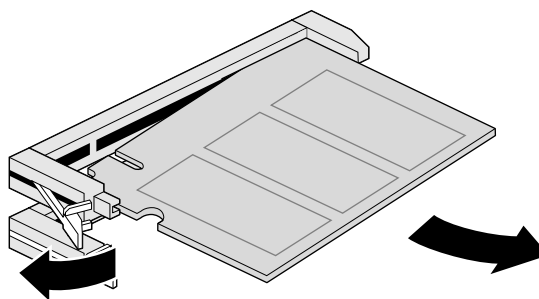

図 3-6 DIMM の取り外し
7. ラッチを左側に押して、DIMM をスロットから引き出します (図 3-6)。